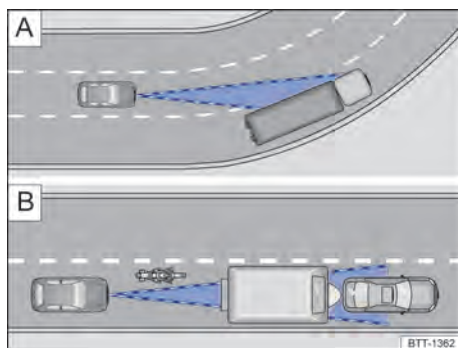

Fig. 103 [A] Condução em curva. [B] Veículos fora da área de alcance do sensor do radar
O sensor do radar sempre realiza as medições em sentido reto. Por isso, veículos em curvas fechadas podem ser acidentalmente detectados ou veículos à frente podem não ser detectados → [Fig. 103 \[A\]](#).
- Veículos que conduzem fora da área do sensor em pequena distância do próprio veículo, por exemplo, motocicletas → [Fig. 103 \[B\]](#).